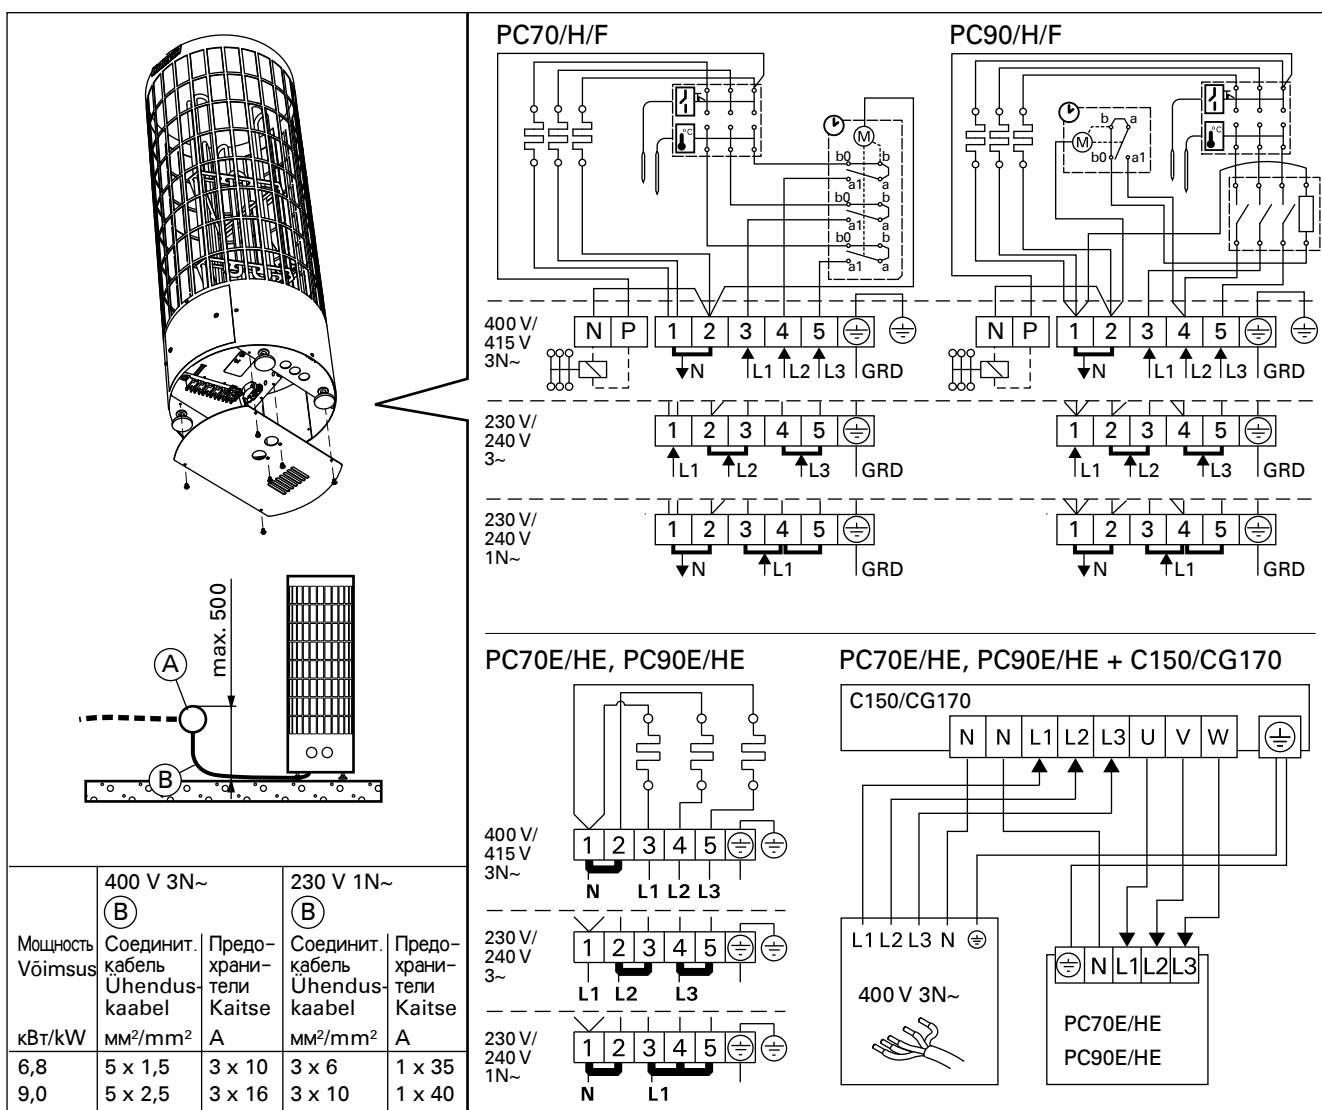

Рисунок 7. Электромонтаж
- Каменка гибким проводом подсоединяется к соединительной коробке (рис. 7: A) на стене сауны. Соединительная коробка должна быть брызгозащищенной и находиться на расстоянии не более 500 мм от пола.
- В качестве кабеля (рис. 7: B) следует использовать резиновый кабель типа HO7RN-F или подобный.
- Кроме клемм питания каменки РС/-Н/-F оснащены также клеммой (P), которая делает возможным управление электрическим нагревом (рис. 7). Управляющее напряжение передается от каменки, когда она включена. Кабель управления электронагревом подводят прямо к соединительной коробке каменки и дальше с помощью резинового кабеля, равного по сечению соединительному кабелю, к клеммнику.